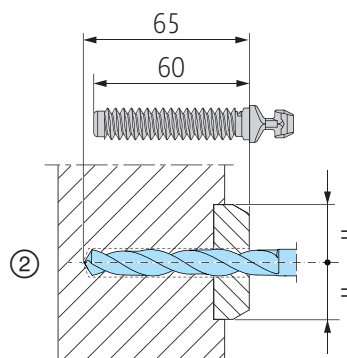

Abb. 38
① Bohrlochmarkierungen nach der untenstehenden Tabelle anzeichnen oder mittels Markierungsstichel 102 ankörnen. Dazu das montierte Getriebe 4 in Offenstellung bringen (Griff nach unten). Körner in die Riegelstellen des Getriebes einsetzen, siehe **Abb. 37**. Den Schiebeflügel gegen die Leiste B fahren, um so die Bohrmarkierungen zu setzen. ② Löcher in Abhängigkeit der Holzhärte mit  $\varnothing 10$  oder  $\varnothing 11$  bohren (**Abb. 38** beachten!). ③ Riegelbolzen 5 und 6 mit manueller Eindhilfe 130 oder Eindrehwerkzeug 131 für Bohrschrauber eindrehen (**Abb. 39** beachten).